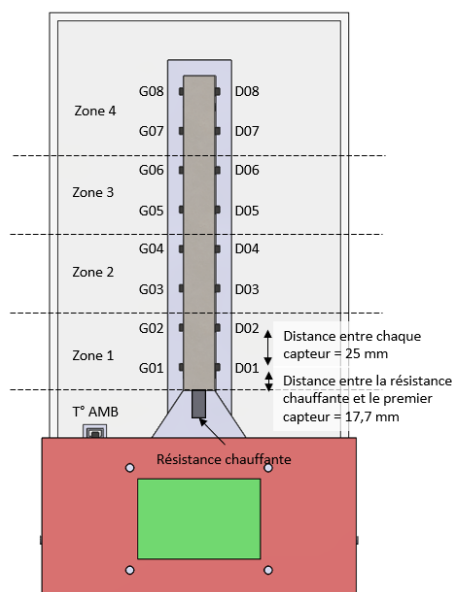

Figure -1- banc de TP thermique
-  Vérifier la stabilisation en température. Pour cela, faire des relevés réguliers de la température de l'ailette en zone 4 (voir figure -1-) pour les capteurs D7,D8,G7 et G8.